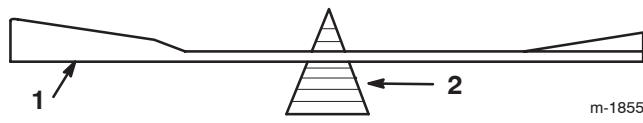

Bild 37
2. Überprüfen Sie die Auswuchtung jedes Messers auf einer Ausgleichsmaschine (Bild 37). Wenn das Schnittmesser in seiner horizontalen Position bleibt, ist es ausgewuchtet und kann wiederverwendet werden. Feilen Sie, wenn das Schnittmesser nicht ausgewuchtet ist, an der Rückseite des Messers etwas Metall ab. Wiederholen Sie diesen Vorgang, bis das Messer ausgewuchtet ist.